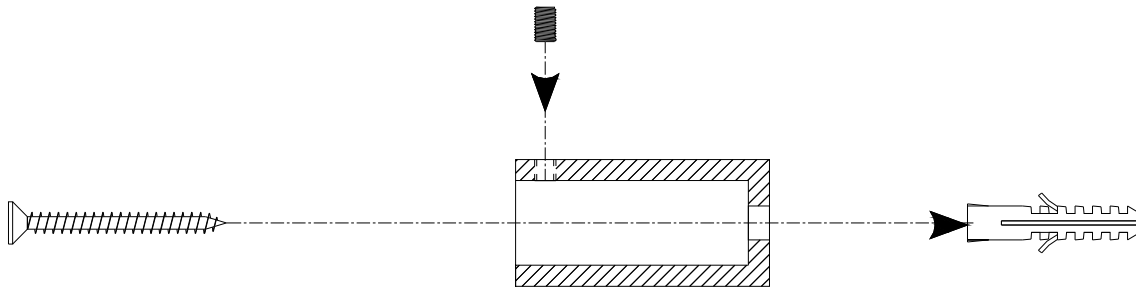

Fig. 3
**3.4** Fissare al muro il cilindro con sede conica (Fig. 3) mediante tasselli idonei alla tipologia della muratura ed in grado di sostenere a parete il radiatore. In dotazione vengono forniti tasselli D.8 mm per cemento armato. Seguire la tabella ed il disegno in Fig. 1 per le quote, inoltre si consiglia di segnare il punto di fissaggio al muro chiudendo il radiatore contro la parete.
**3.4** Fasten the cylinder with tapered seat (fig. 3) to the wall by means of suitable plugs. The plugs must be suitable to type of wall and sturdy enough to carry the weight of the radiator. The radiators are supplied as standard with 8mm diameter plugs for reinforced concrete. Follow the dimensional indications provided in the table and the drawing in fig. 1. It is advisable to mark the fastening point on the wall by closing the radiator against the wall.